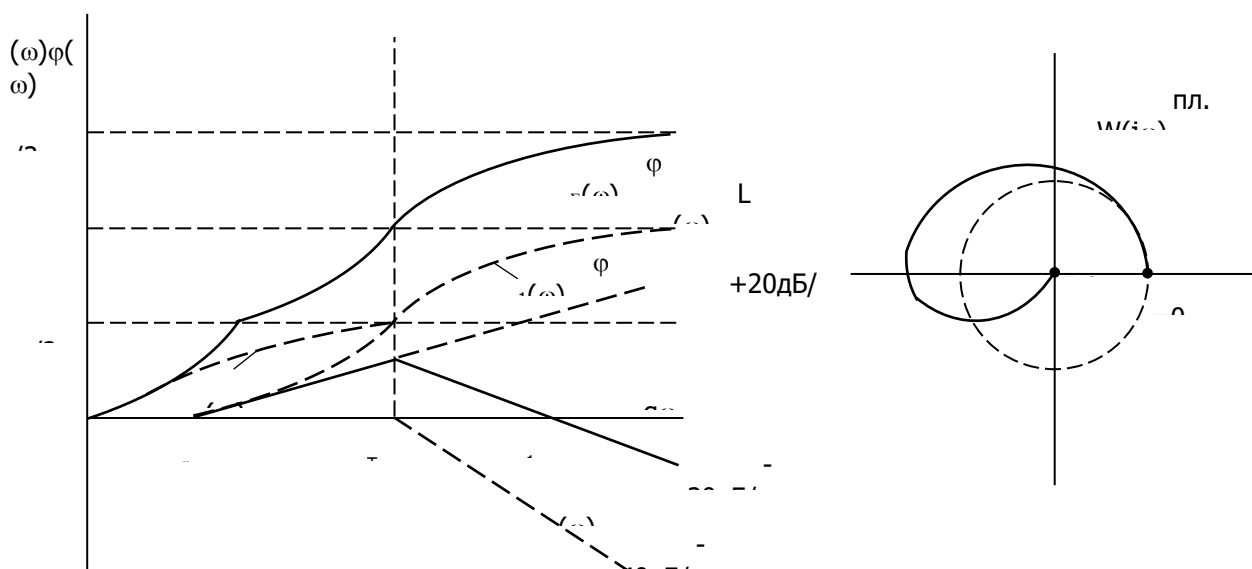

Рис. 2
9. Строим качественно логарифмические частотные характеристики составляющих типовых звеньев и, суммируя их, определяем результирующие характеристики исследуемого звена (рис. 2,а).
10. По полученным логарифмическим характеристикам звена качественно строим его амплитудно-фазовую характеристику (рис. 2,б).